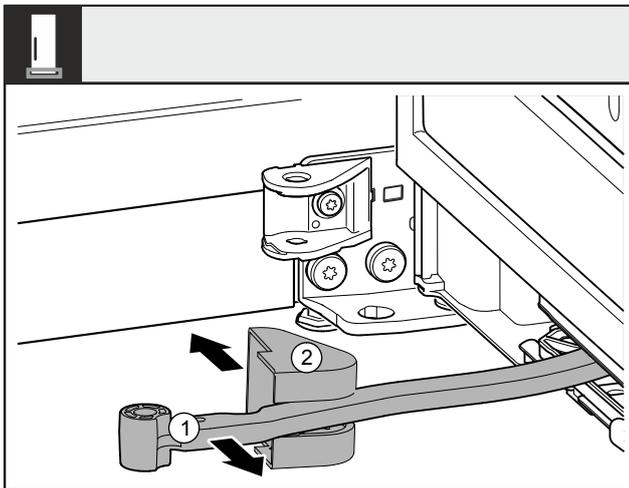

Fig. 10
- ▶ Ruotare il giunto Fig. 10 (1) in direzione della porta.
- ▶ Rimuovere la copertura del blocco di supporto Fig. 10 (2).